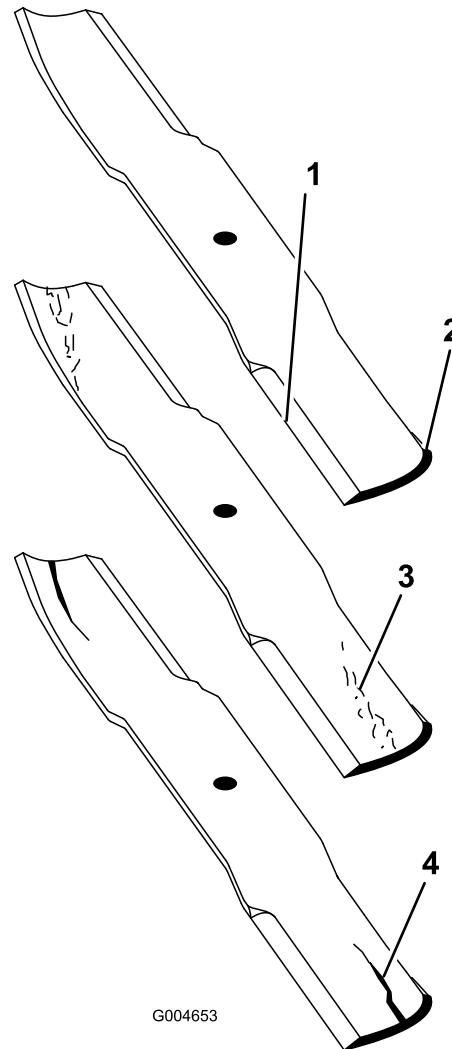

Figura 73
1. Inspeccione los filos de corte (Figura 73). Si los bordes no están afilados o tienen muescas, retire las cuchillas y afílelas. Consulte Afilado de las cuchillas.
2. Inspeccione las cuchillas, especialmente la parte curva (Figura 73). Si observa daños, desgaste o la formación de una ranura en esta zona (Figura 73), instale inmediatamente una cuchilla nueva.